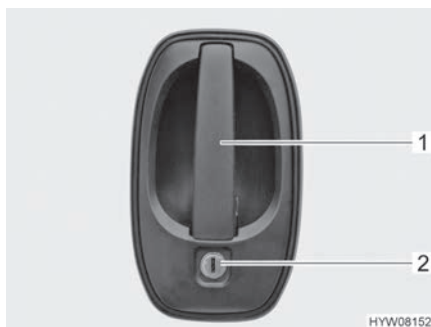

Bild 30 Dörrlås (förardörr/ingångsdörr på utsidan)
- Stick in nyckeln i låscylindern (Bild 30,2) och vrid den ända tills dörrlåset har låsts upp.
- Drag i dörrhandtaget (Bild 30,1). Dörren är öppen.
- Stick in nyckeln i låscylindern (Bild 30,2) och vrid den ända tills dörrlåset har låsts.